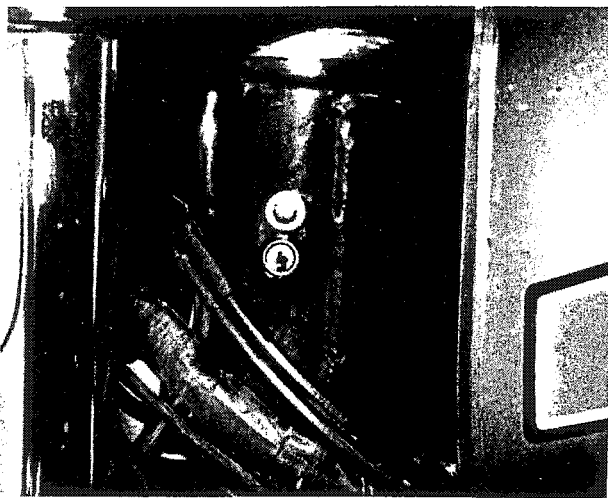

Bild 222
- Das Lenkschloss sitzt an der Unterseite der unteren Gabelbrücke und ist mit einer Schraube und einem Deckel befestigt. Bei eingeschaltetem Schloss blockiert ein vorstehender Bolzen die untere Gabelbrücke in der voll nach links eingeschlagenen Stellung (Bild 222).